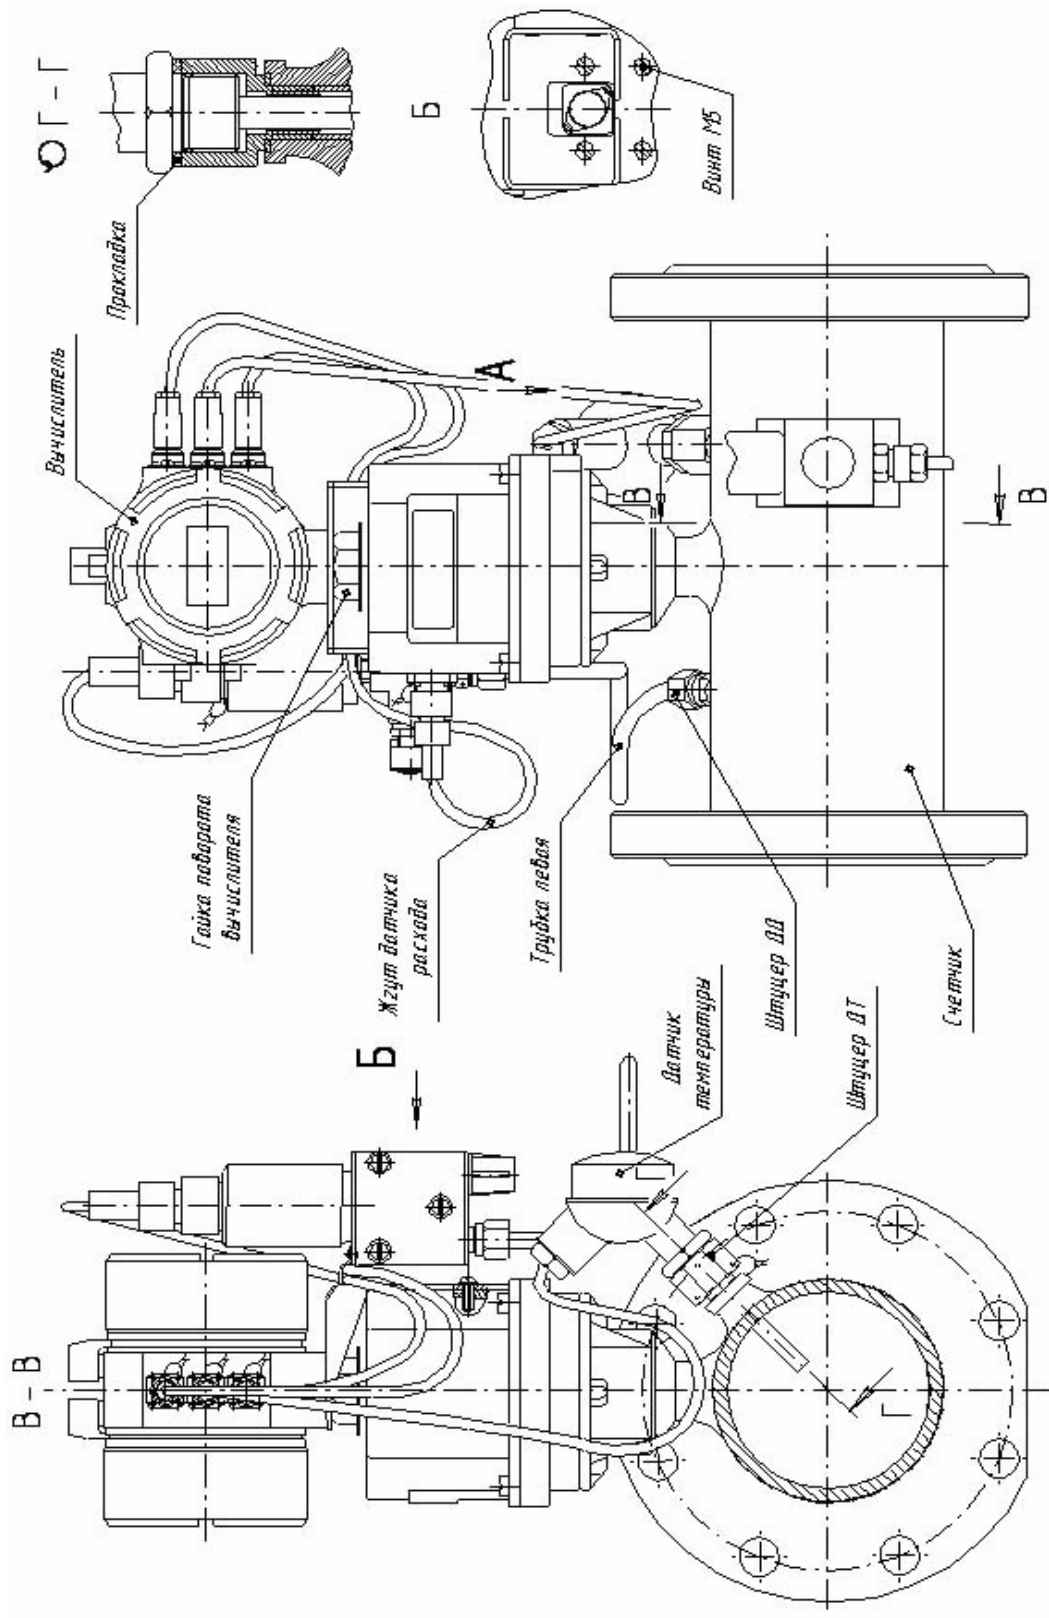

Рисунок 3 Монтаж блока БК на счетчике газа СГ-16М
2.1.7 Установку блока на счетчике газа СГ-16М производить следующим образом (рисунок 3):